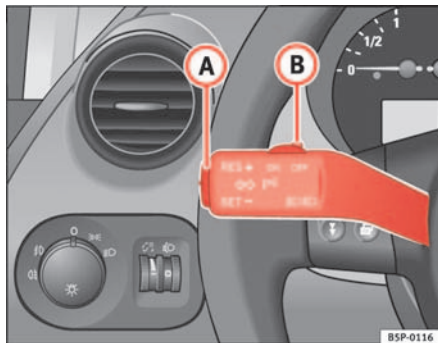

Abb. 142 Blinker- und Fernlichthebel: Schalter und Wippe für die GRA
- Schieben Sie den Schalter ⇒ Abb. 142 (B) nach links auf **ON**.